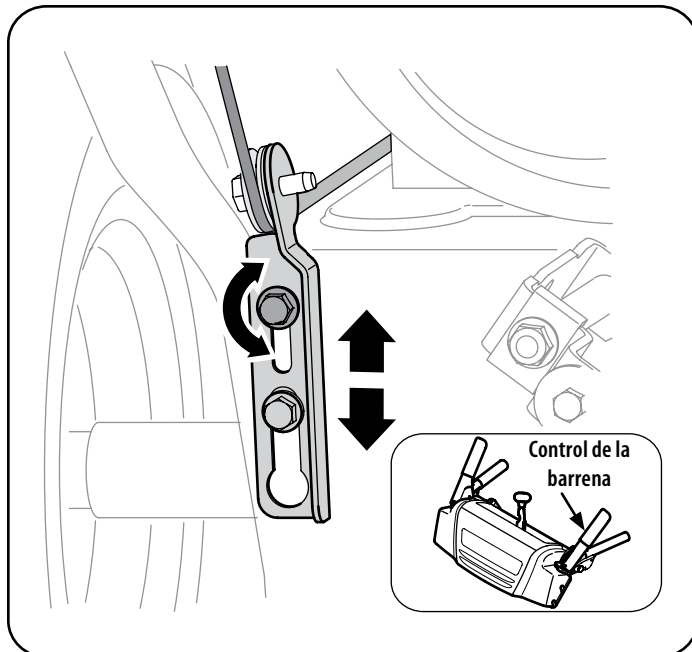

Figura 37
1. El control de la barrena se encuentra en el mango izquierdo. Consulte la Figura 37 el recuadro. Cuando se suelta el control de la barrena y está en posición desengranada arriba, el cable debe tener muy poco juego. NO debe estar tenso.
4. Deje la barrena engranada durante aproximadamente diez (10) segundos antes de soltar el control de la barrena. Repita esta operación varias veces.
8. Ubique la ménsula hacia arriba para brindar más juego (o hacia abajo para aumentar la tensión del cable). Vea la Figura 37.